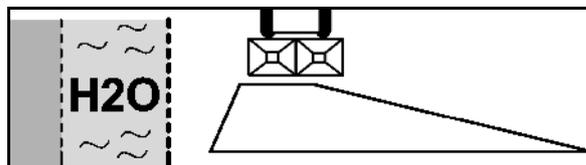

Fig. 62
2. Épandage dans les creux conformément au Décret concernant l'emploi des fertilisants (Fig. 62) :